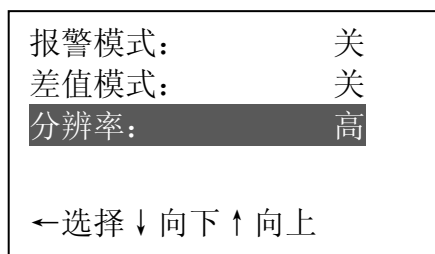
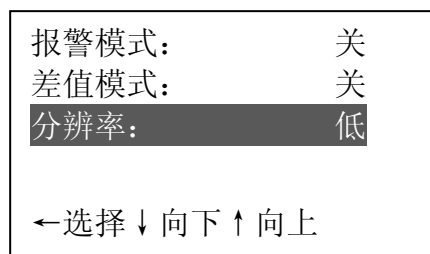

图 29
图 30
- 按 **↑** 或 **↓** 键选择分辨率，按 **←** 键循环显示高（0.001mm）和低（0.01mm），（如图 29 和图 30）：